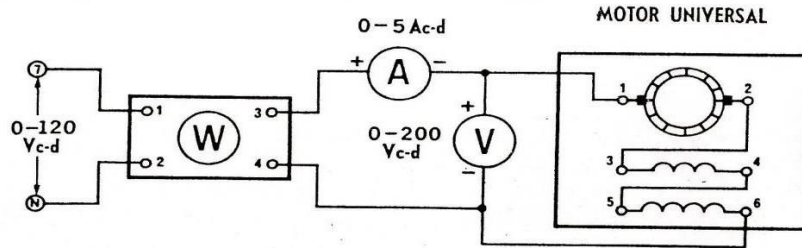

Figura 4
15. Sustituya el amperímetro y el voltímetro de c-a por mediciones de c-d y conecte la entrada a la salida variable de c-d, terminales 7 y N de la fuente de alimentación, como se ilustra en la figura 4.